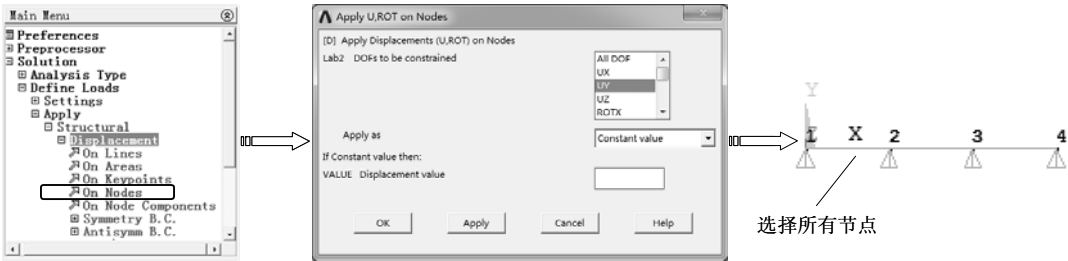

图 7-88 施加自由度约束
1) 选择“Main Menu>Solution>Define Loads>Apply>Structural>Displacement>On Nodes”命令,弹出实体选取对话框,单击“Pick All”按钮选择所有节点,弹出“Apply U,ROT on Nodes”对话框,在“DOFs to be constrained”列表框中选择约束类型“UY”,在“Displacement value”文本框中输入数值 0,单击“OK”按钮完成约束,如图 7-88 所示。